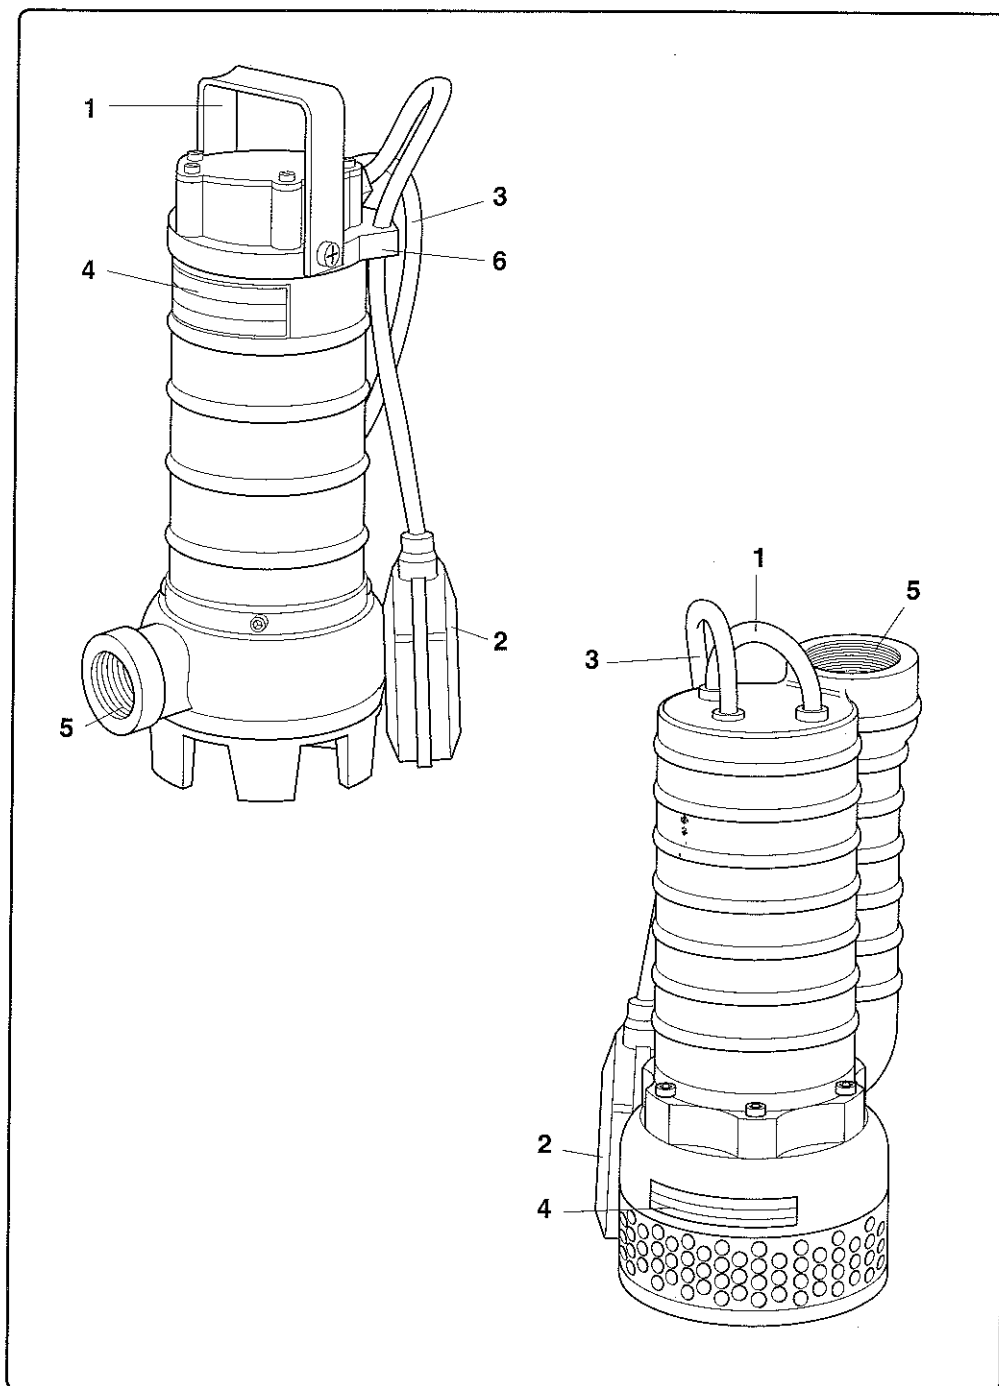

Fig. 1
(Fig. 1)
La bomba se entrega, dotada de cable de alimentación, en cajas de cartón robustas adecuadas al transporte y al almacenamiento. Es aconsejable, en caso de almacenamiento, no superar una pila de 4 unidades. Eventuales desplazamientos, con la bomba desembalada, se deben de efectuar sólo mediante la empuñadura para el transporte (1 Fig. 1).
- La electrobomba se transporta sólo mediante la empuñadura (1 Fig. 1). Nunca mediante el cable de alimentación o el flotador.